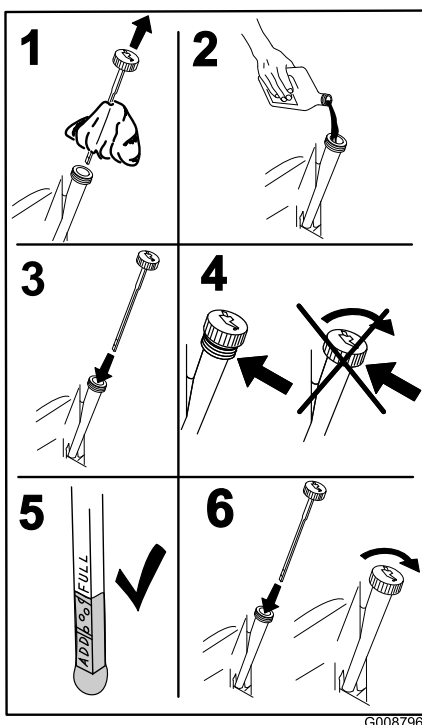

Figura 38
5. Versate lentamente circa l'80% dell'olio indicato nel tubo di rifornimento e sempre con cautela rabboccate l'olio necessario per portarlo alla tacca di **Pieno** (Figura 38).